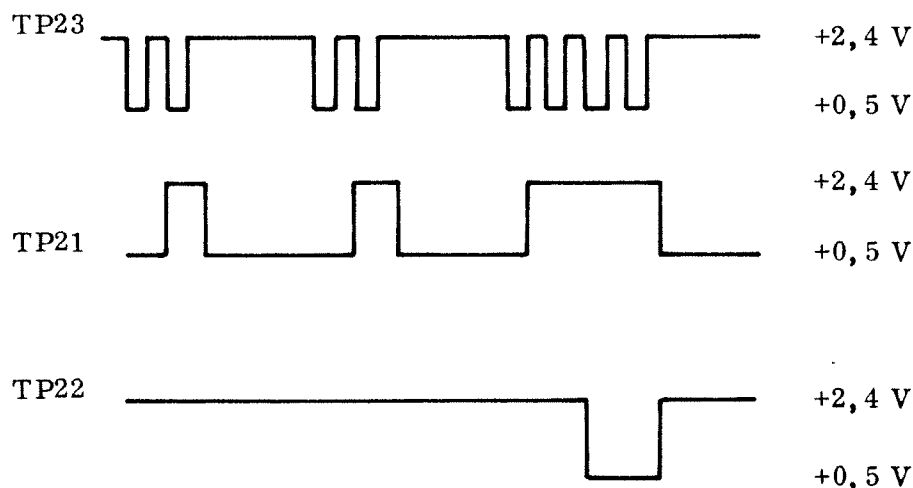

Bild 1
- 3.3.3.2 Mät med oscilloskopet pulserna i mätpunkterna TP23, TP21 och TP22 på antenndrivenhet FAL-112-FAU-256B. Anslut oscilloskopets yttre triggingång till mätpunkten TP20. Oscilloskopet ska vara inställt för extern trigging. Kontrollera att rätta värden erhålls enligt bild 1.